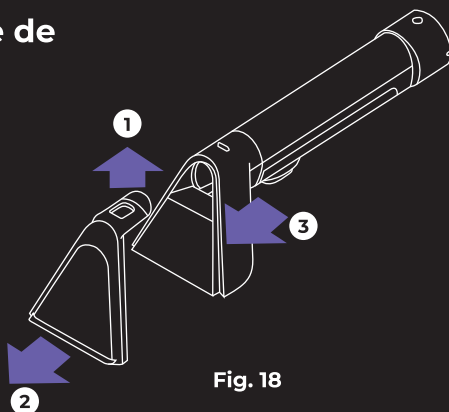

Fig. 18
1. Le clip de verrouillage doit être légèrement enfoncé pour retirer le couvercle de l'outil de nettoyage (Fig. 18)
2. Tirez sur la buse de pulvérisation (3) pour la retirer de la poignée de l'accessoire de nettoyage pour le nettoyer ou pour l'échanger avec d'autres accessoires (Fig. 18).